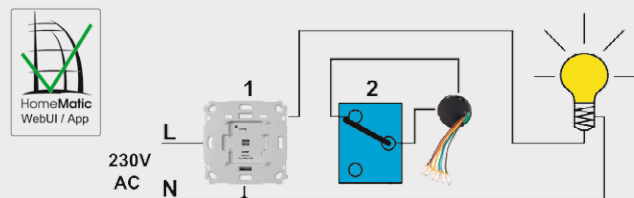

Bild 9: Mit Funk-Schalterschnittstelle **[4]** und Funk-Schaltaktor **[1]** – so erfolgt die exakte Visualisierung bei der Wechselschaltung.
Die zweite Variante (Bild 9) gibt uns wieder die volle Kontrolle in der Zustandsvisualisierung zurück. Der netzversorgte Wechselschalter (1) wird durch den Funk-Schaltaktor [1] ersetzt. Phase „L“ und Neutralleiter „N“ müssen permanent am Funk-Schaltaktor vorhanden sein. Der andere Wechselschalter (2) wird von der bestehenden Elektroinstallation gelöst und mit einer Funk-Schalterschnittstelle [4] versehen. Eine der zuvor abgeklemmten korrespondierenden Leitungen wird fest am Schaltaktor sowie mit dem anderen Ende an der Leuchtenzuleitung angeschlossen (Farbgleichheit beachten!). Die andere korrespondierende Leitung wird isoliert „tot gelegt“.